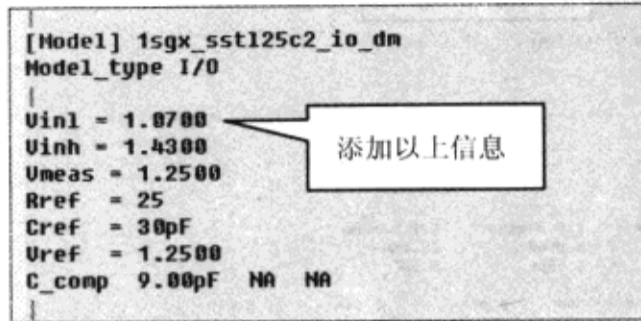
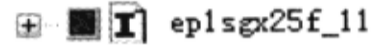

图 2-4-9 修改 1sgx\_sst125c2\_io\_dm 模型参数
图 2-4-10 错误标志
(12) 在编辑窗口部分可以看到 1sgx\_sst125c2\_io\_dm 下面 Model\_type I/O 部分没有 Vinh 和 Vinl, 在 “Vmeas = 1.2500” 语句的上面添加输入 “Vinl = 1.0700” 和 “Vinh = 1.4300”, 如图 2-4-9 所示。
(13) 执行菜单命令 “File” → “Save As”, 保存文件于当前目录, 文件名为 ep1sgx25f\_11.ibs。
(14) 在“Physical View”栏选择“ep1sgx25f\_11.ibs”→单击鼠标右键→选择“parse selected”，Model Integrity 会运行 ibischk 解析器，并且在当前目录下建立 ep1sgx25f\_11\_ibiparse.log 文件。同时，在 ep1sgx25f\_11 前面有一个红色的“×”标志，如图 2-4-10 所示。